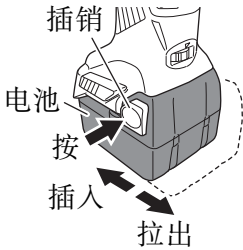

图 3
- 请先紧抓住把手，然后再推压电池插销（2 个）以拆下电池（参照图 3）。
- 插入电池时请注意极性（参照图 3）